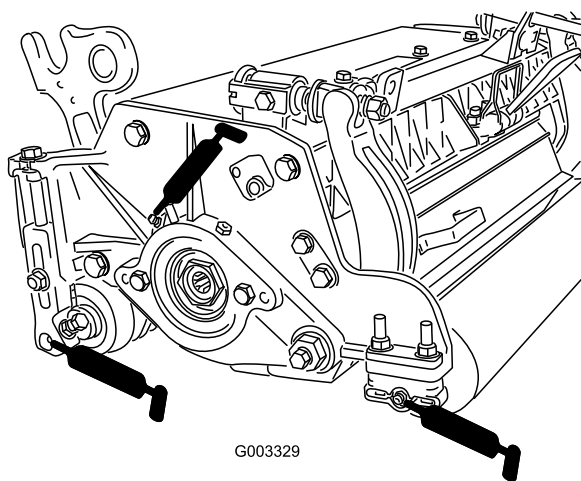

Figure 21
Chaque plateau de coupe comporte (6) graisseurs (Figure 21) qu'il faut lubrifier régulièrement avec de la graisse universelle au lithium N° 2.